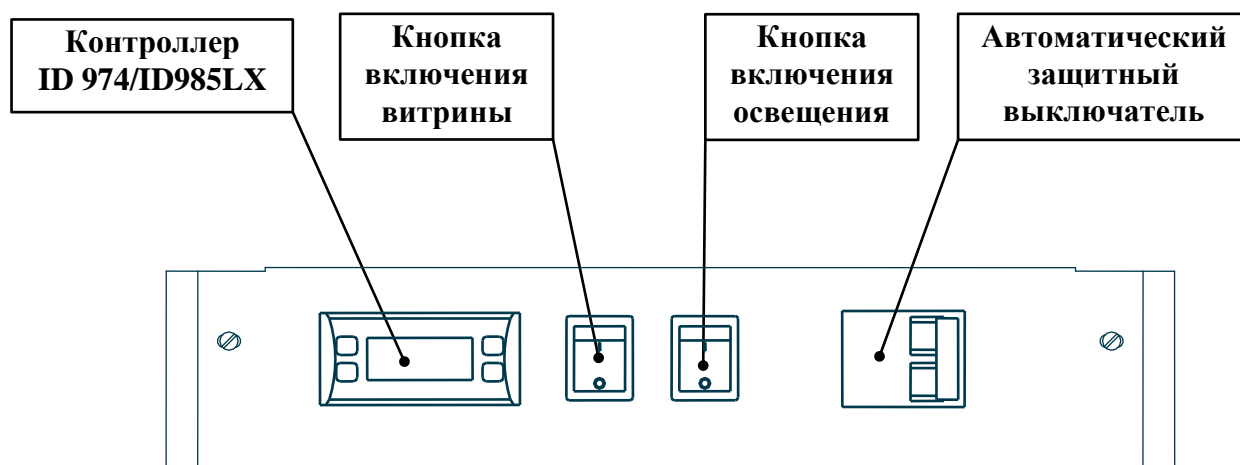

Рис. 2. Блок управления витрины «**HEMIGA STANDART**» **BC-B**
- Электрическая система включает в себя блок управления, панель вентиляторов испарителя и систему освещения. В блоке управления (см. рис. 2) находятся: выключатели питания и освещения, электронный регулятор (контроллер), защитный автоматический выключатель и элементы силового электрооборудования.
- Электрическая система включает в себя блок управления с защитным автоматическим выключателем, вентилятор испарителя и встроенный верхний светильник. На панели блока управления находятся (см. рис. 2): выключатели питания и освещения, электронный регулятор (контроллер).